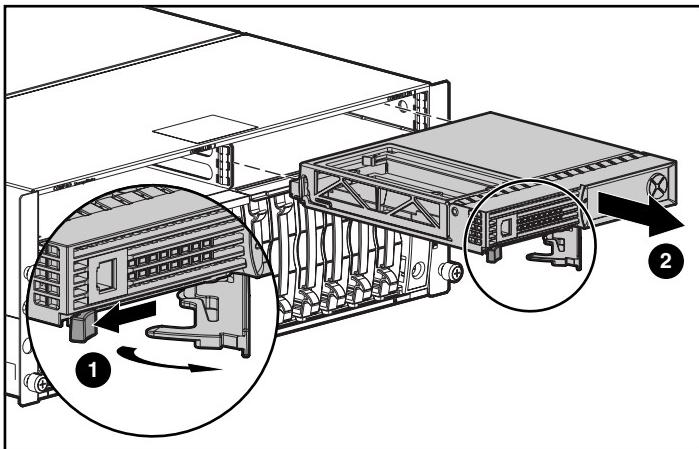

Figura 3: Quitar el Controlador MSA1000 de un MSA1000
1. Presione el pestillo del Controlador y tire del asa del pestillo hacia usted ①.
2. Extraiga el Controlador MSA1000 tirando de él y sacándolo del chasis ②, como se indica en la Figura 3.